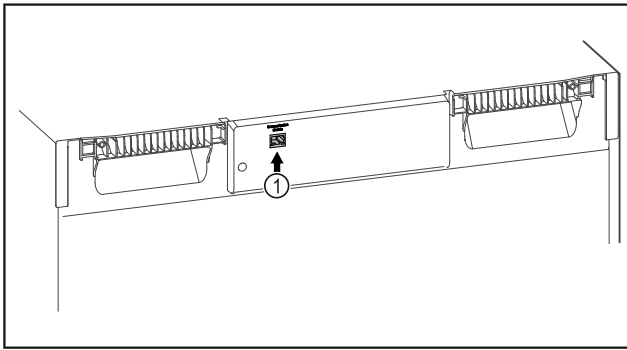

Fig. 107
- ▣ SmartModule Fig. 107 (1) установлен.